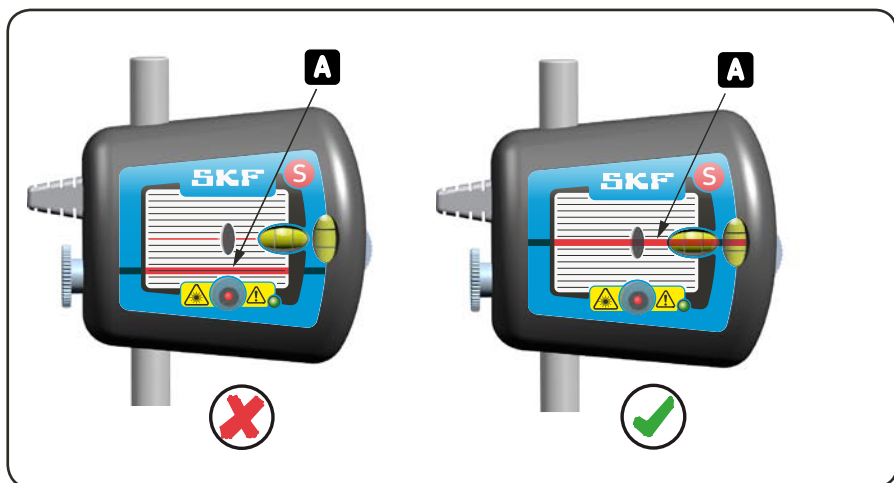

Fig. 9. Ram målskiven
b) Sigt med laserstrålen mod midten af målskiven på den modsatte måleenhed (fig. 9).